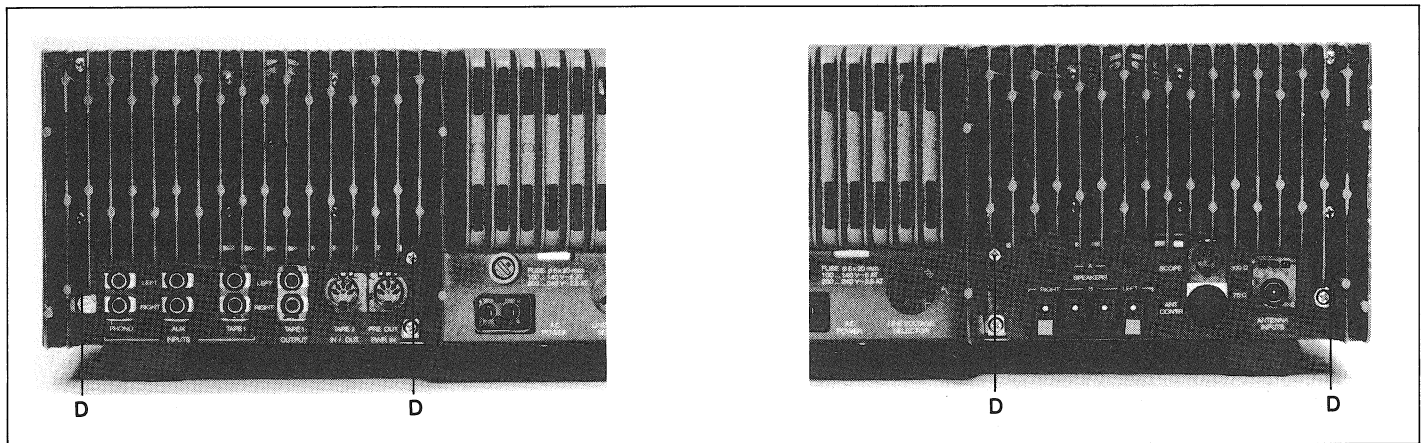

Fig. 2.3
- Am Kühlkörper 4 Schrauben  lösen und Kühlkörper mit Endstufenprints nach unten kippen (Fig. 2.3).
- Unfasten 4 screws  on heat sink and tilt heat sink down together with power stage circuit boards (Fig. 2.3).
- Retirez les 4 vis  des radiateurs puis faites basculer ceux-ci et les circuits de l'étage de puissance vers le bas (fig. 2.3).